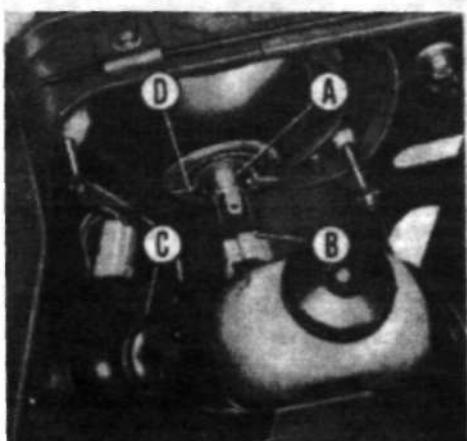

Рис. 9.17 Фара переднего света — замена лампы (ранние модели) (Раздел 25)
1 Доступ к лампе с двойной нитью накаливания можно получить изнутри моторного отсека. Рассмотрите Рис. 9.17, затем отсоедините штекер коннектора (B), снимите резиновое крепление (C), и, наконец зажим (D), путем нажатия и поворота против часовой стрелки (см. фото 25.1 А, В и С).